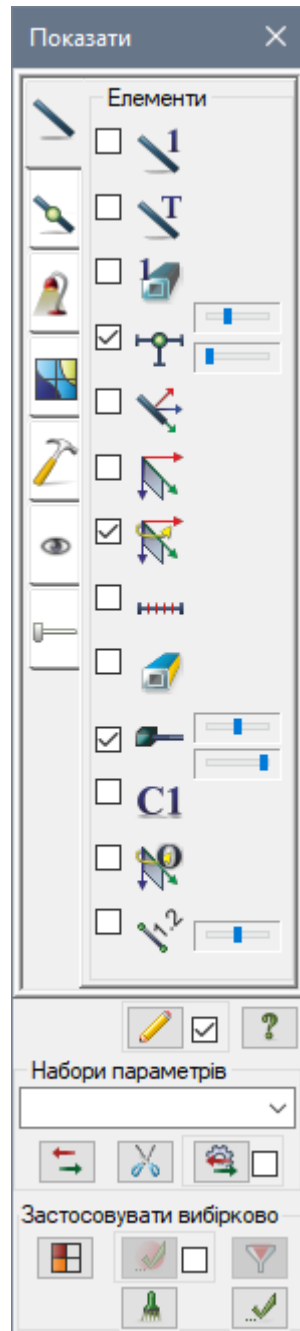

Рис. 23.36. Діалогове вікно Показати
- У діалоговому вікні **Показати** (рис. 23.36) на першій вкладці установіть прапорець навпроти **Місцеві осі пластин і об'ємних КЕ (для результатів)**.